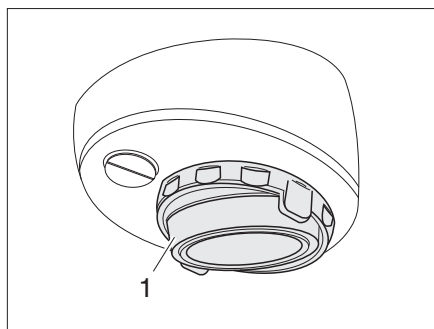

Bild 137 Halogenaufbauleuchte (schwenkbar)
- Abdeckung (Bild 137,1) mit einem geeigneten Werkzeug (z. B. Schraubendreher) aushebeln und abnehmen.